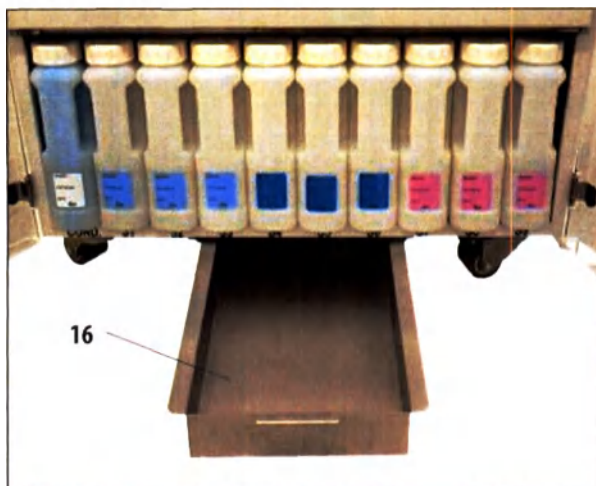

Рис. 230
Регулярно проверяйте приёмную ёмкость (16) на наличие пролившихся реактивов (рис. 230). Это **рекомендуется** делать по завершении программ инфильтрации и очистки, чтобы пролитый реактив не мог испариться.
- Для этого выдвиньте ванну за ручку вперёд (рис. 230) и при необходимости опорожните.